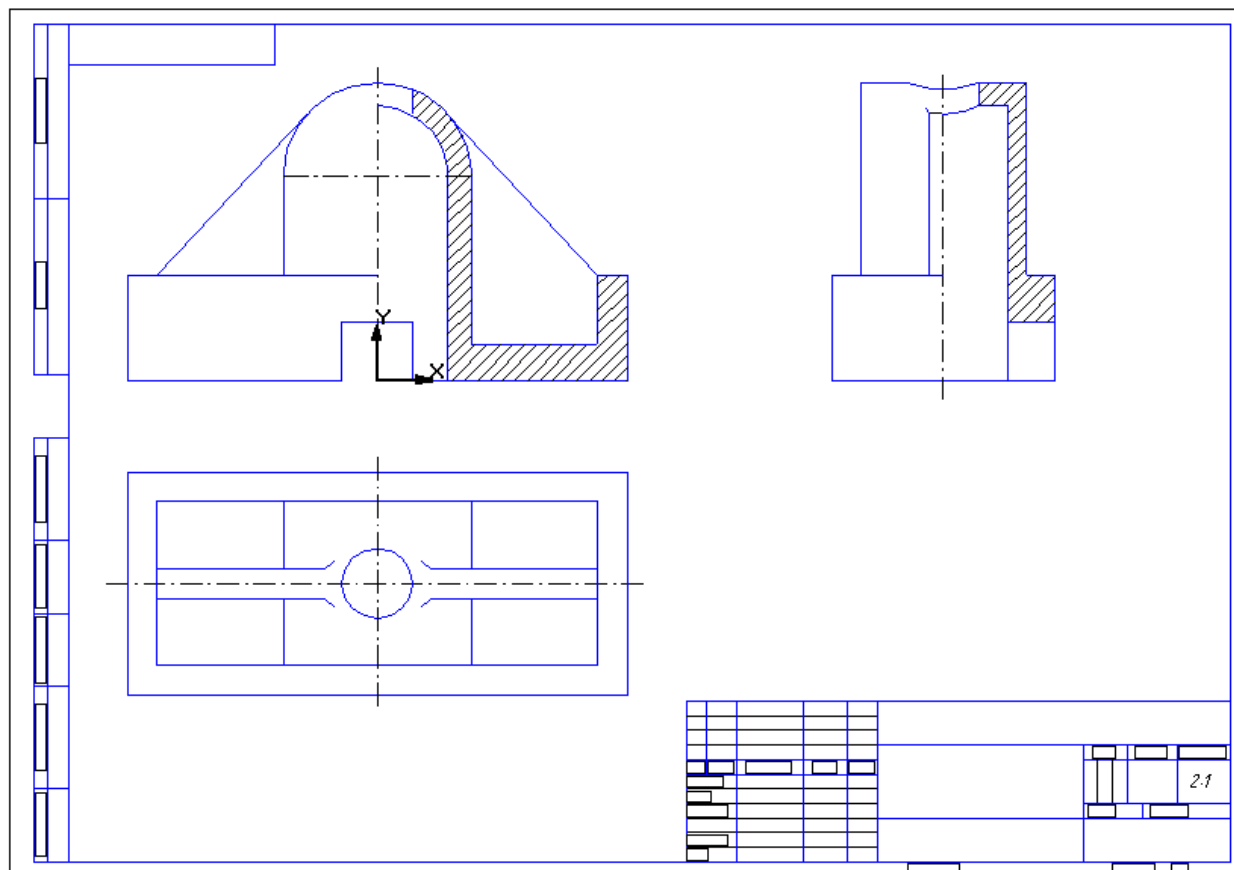

Рис. 85
9. На виде слева совместите половину вида с половиной профильного разреза (рис. 85).